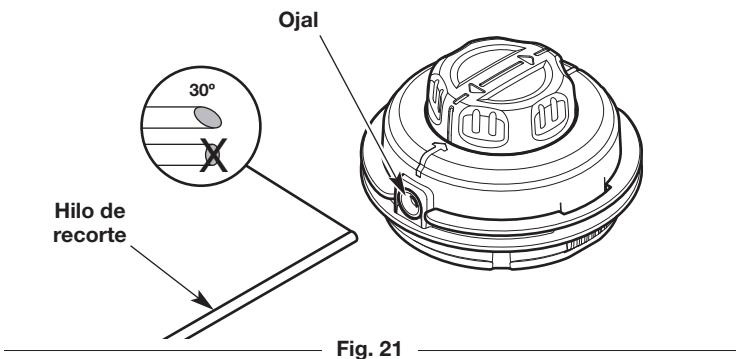
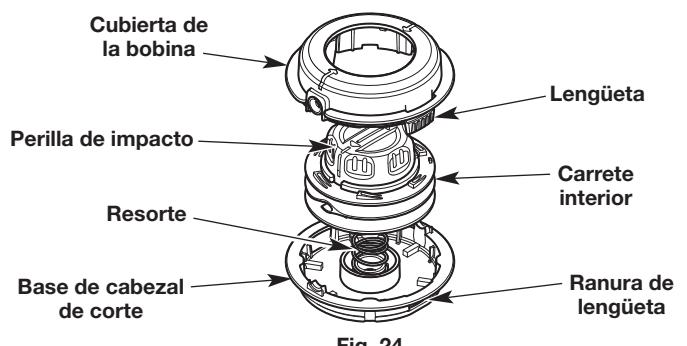

Fig. 21
Fig. 24
- Corte dos largos de 10 pies (3.0 m) de hilo de recorte nuevo. Corte un extremo de cada hilo en un ángulo de 30° (Fig. 21).
- Enhebre uno de los hilos por uno de los ojales del cabezal de corte (Fig. 21). Utilice el extremo angulado y empuje el hilo para que entre unas 3 pulgadas (7.5 cm). Repita este proceso con el otro hilo y el ojal restante.
- Mientras sostiene el destornillador en el lugar, gírelo suavemente para desatrancar la lengüeta del panel de las ranuras (Fig. 24).
- Retire la cubierta de la bobina (Fig. 24). NO extraiga el resorte de la base del cabezal de corte (Fig. 24).
- Empuje la perilla de impacto a través de la cubierta de la bobina. (Fig. 24). Si los ojales se salen, reinserción los ojales en la cubierta de la bobina (Fig. 21).
**NOTA:** NO separe la perilla de impacto del carrete interior (Fig. 24).
- Utilice una tela limpia para limpiar el carrete interior, la base de cabezal de corte y la cubierta de la bobina (Fig. 24).
- Inserte la perilla de impacto y el carrete interior en la cubierta de la bobina (Fig. 24).
- Alinee las lengüetas de la cubierta de la bobina con las ranuras de la base del cabezal de corte (Fig. 24). Empuje la cubierta de la bobina sobre la base del cabezal de corte hasta que las dos lengüetas queden insertadas a presión.